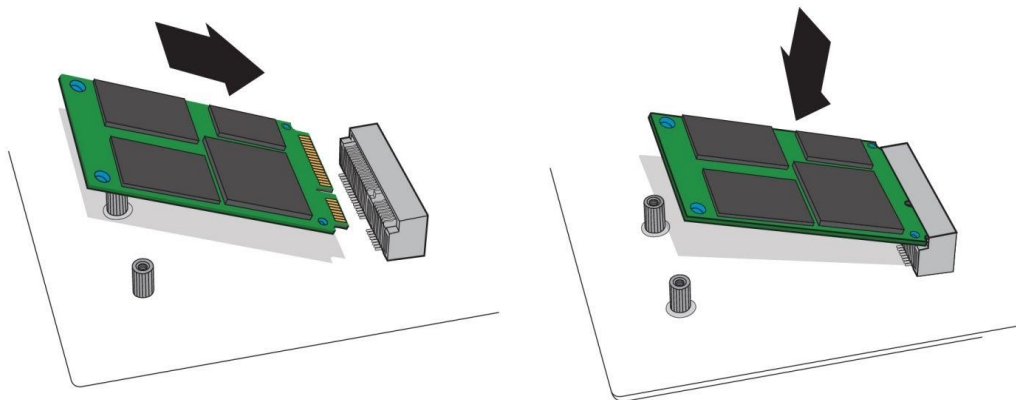

图 2.4 M.2CANFD 安装示意图(与 MiniPCIeCANFD 类似)
M.2CANFD 系列接口卡没有任何开关和跳线用于分配中断和 I/O 地址，这些都是由计算机 BIOS 自动分配的。因此，在安装驱动程序之前板卡必须事先安装到 M.2 槽上。安装步骤如图 2.4: